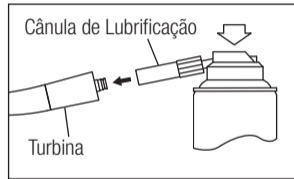

Fig. 9
- 3) Introduza a cânula de lubrificação na parte posterior da turbina. Segure na turbina e lubrifique durante aproximadamente 2 a 3 segundos. Aplique lubrificante até sair pela cabeça da turbina durante, pelo menos, 2 segundos (Fig. 9).
- 3) Lubrifique a peça de mão com NSK PANA SPRAY Plus (Fig. 9) ou com o sistema NSK de lubrificação e limpeza automática da peça de mão.